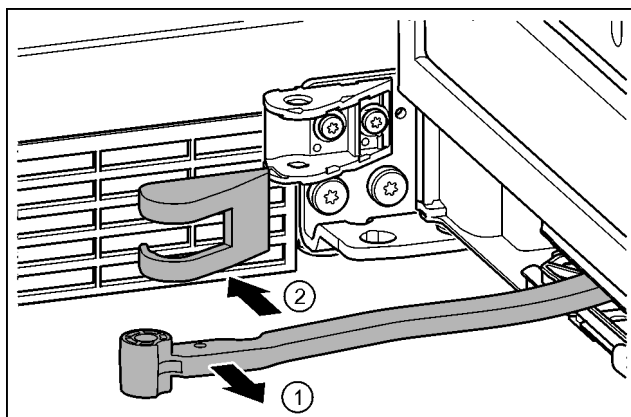

Fig. 16
- ▶ Повернуть шарнир в направлении двери. Fig. 16 (1)
- ▶ Снять крышку опорного кронштейна. Fig. 16 (2)